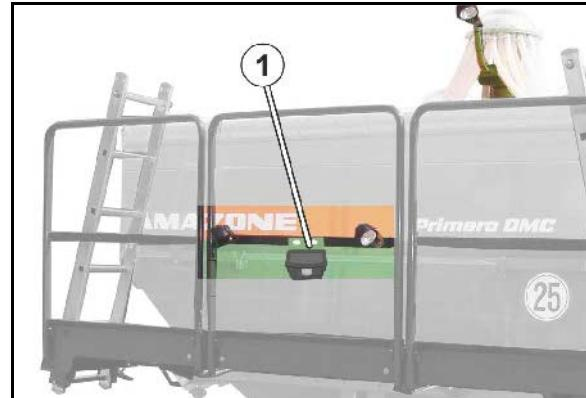

Рис. 64
- Поднимите опору (Рис. 64/1) с помощью рукоятки (Рис. 64/2) до упора.
Опустите опору (Рис. 64/1) с помощью рукоятки (Рис. 64/2) до упора, пока не будет разгружена тяговая серга.